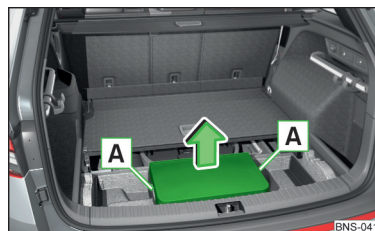

Fig. 331
- Saisir le couvercle de la batterie sur les poignées **A** et tirer dans le sens de la flèche » fig. 331.